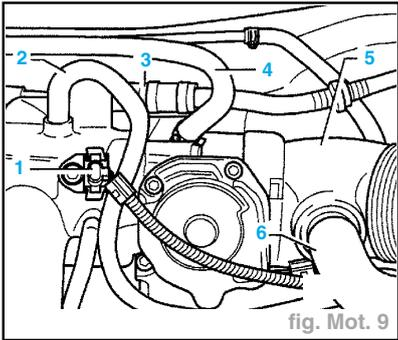

fig. Mot. 9
- Débrancher la fiche de raccordement du transmetteur de température de tubulure d'admission (G72) (1) (fig. Mot. 9).